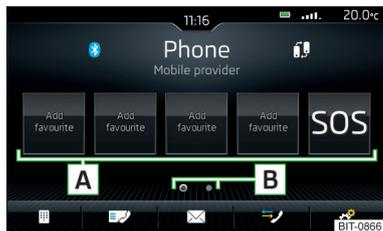

Fig. 143
- ▶ Pulse en el menú principal *Teléfono* la superficie funcional libre deseada **A** » fig. 143.
- ▶ Para el **cambio del grupo de memoria**, pulsar la superficie funcional **B** » fig. 143.
- ▶ Para la **elección**, pulsar la superficie funcional **A** » fig. 143 ocupada.
- ▶ Mantener pulsada en el menú principal *Teléfono* la superficie funcional deseada y ocupada **A** » fig. 143.